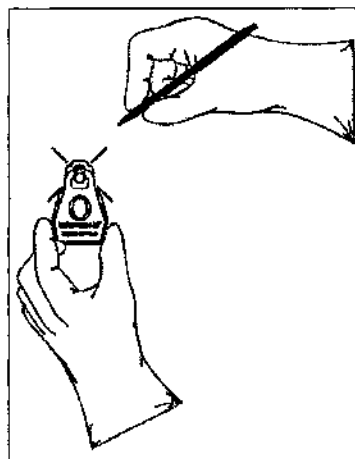

Figura 2
e) Con el imán del MAGNA-FINDER™Xact centrado en el punto de inyección MAGNA-SITE™, marque con un marcador quirúrgico cada uno de los cuatro orificios situados en la base del MAGNA-FINDER™ (figura 2). Una vez realizadas estas marcas, retire el dispositivo del paciente. Con el mismo marcador, una cuidadosamente los puntos/marcas opuestos con una línea, creando un retículo en cruz para la inyección. A continuación marque claramente el punto de intersección de las dos líneas perpendiculares. Éste es el lugar del punto de inyección MAGNA-SITE™